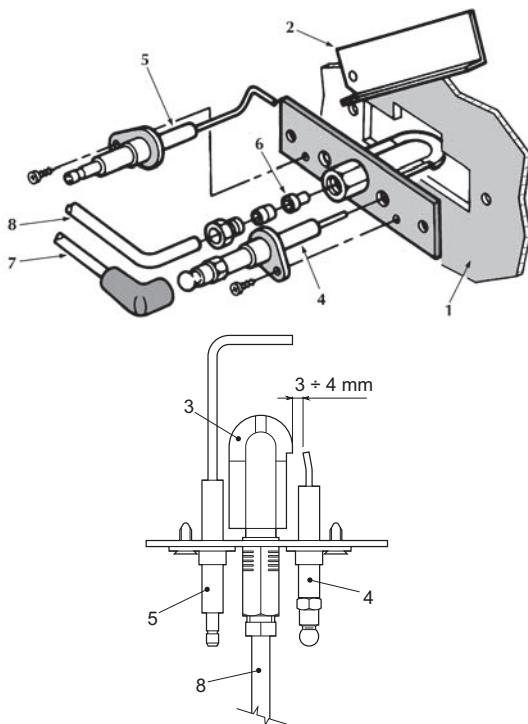

рис. 8 - Пилотная горелка
- Электроды не должны иметь накипи и быть правильно установленными (см. рис. 8).
После выполнения некоторых попыток розжига электронный блок управления вызывает блокировку котла.	С помощью сжатого воздуха чистите форсунки > пилотной горелки. Проверьте регулярность поступления газа в котел, и убедитесь что воздух был удален из труб. Проверьте правильность позиционирования электродов и отсутствие на них отложений (см. рис. 8). Убедитесь, что котел подключен к надежной системе заземления. Проверьте электрические соединения электродов розжига и ионизации.
Отсутствие искры между электродами при розжиге.	Проверьте правильность позиционирования электродов и отсутствие на них отложений (см. рис. 8). Неправильная настройка регулировочного термостата. Проверьте систему электропитания. Проверьте электрические соединения электродов розжига и ионизации. Проверьте соединения с электронным блоком контроля пламени. Проверьте, чтобы провода ФАЗЫ и НЕИТРАЛИ не были перепутаны, и убедитесь в надежности контактов заземления. Проверьте давление газа на входе и наличие разомкнутых реле давления. Приведите предохранительный термостат в рабочее состояние. Убедитесь, что контакт комнатного термостата закрыт.